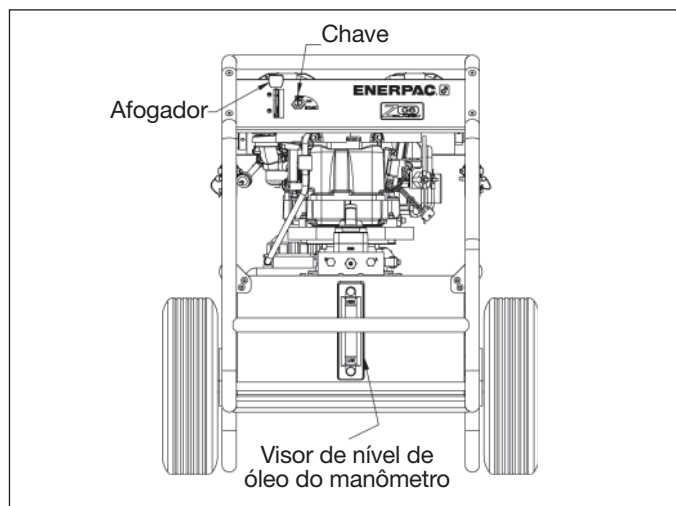

Figura 6
- c. Para máximo desempenho, baixe o afogador para a posição da lingüeta. O afogador pode ser empurrado para baixo da lingüeta, para ficar inativo. (Ver Figura 6.)